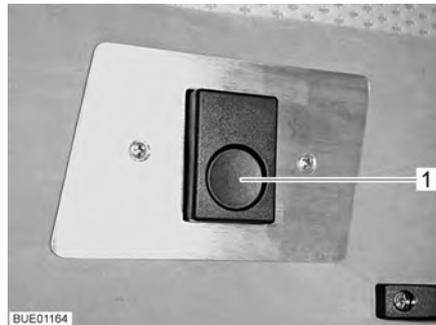

Bild 75 Entriegelung
- Entriegelungsknopf (Bild 75, 1) drücken. Die Verriegelung ist gelöst.